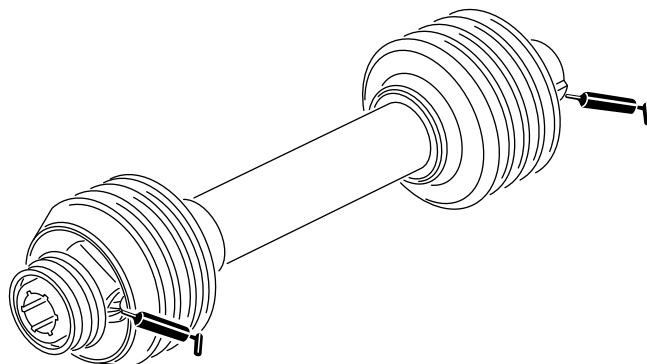

Figura 11
2. Lubrifique os encaixes nos rolamentos do eixo da ventoinha, conforme ilustrado na Figura 11, com lubrificante n.º 2 à base de lítio.
Lubrifique os 2 encaixes do veio de transmissão, conforme ilustrado na Figura 11, com lubrificante n.º 2 à base de lítio.